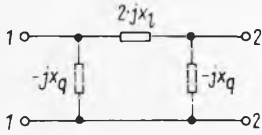

Bild 12. Das π -Grundglied
3.3.3 Wellenwiderstand des π -Grundgliedes (Bild 12)